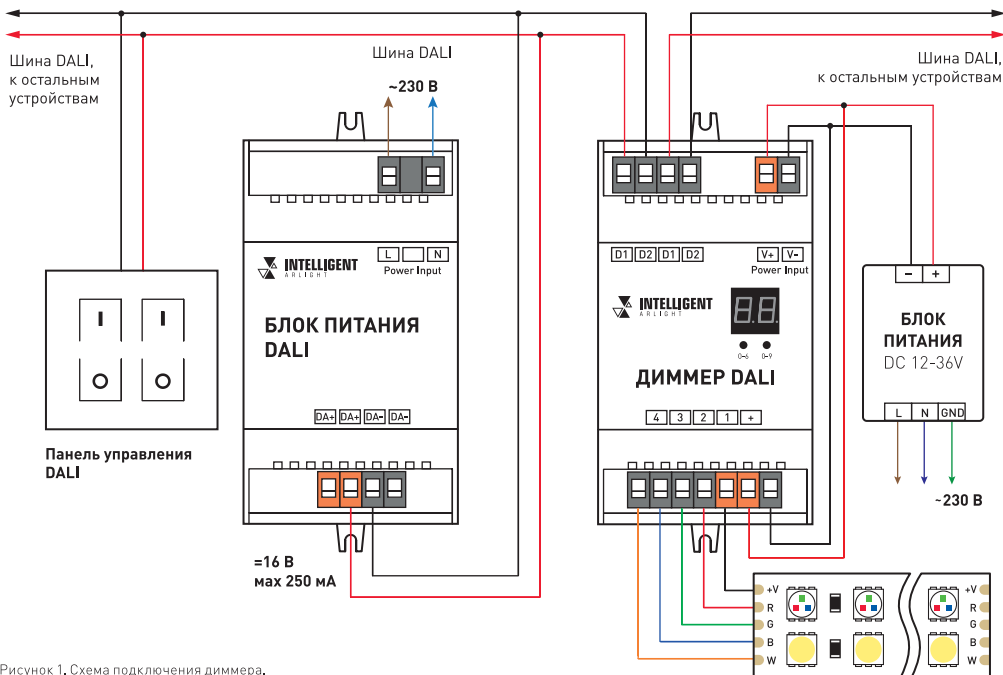

Рисунок 1. Схема подключения диммера.
- 3.3. Подключите светодиодную ленту или другой совместимый светодиодный источник света к выходу диммера, соблюдая полярность и порядок подключения проводов (Рис.1).